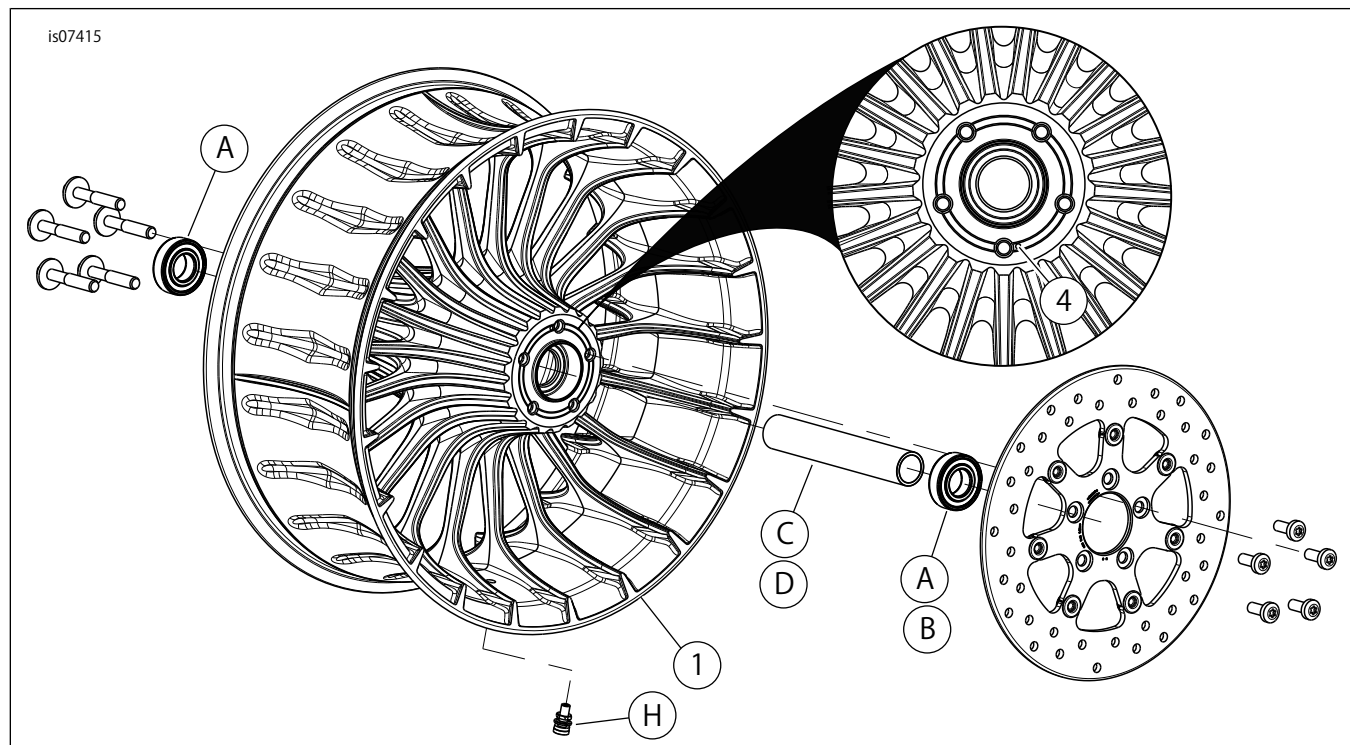

図1. 交換用パーツ: Rear Turbine Wheel (リアタービンホイール)
これらのキットには、カスタムホイールのみ付属します。「図1」および「表2」を参照してください。
2. 「図1」を参照。バルブシステムアッセンブリー(H)をホイールに取り付けます。サービスマニュアルを参照してください。